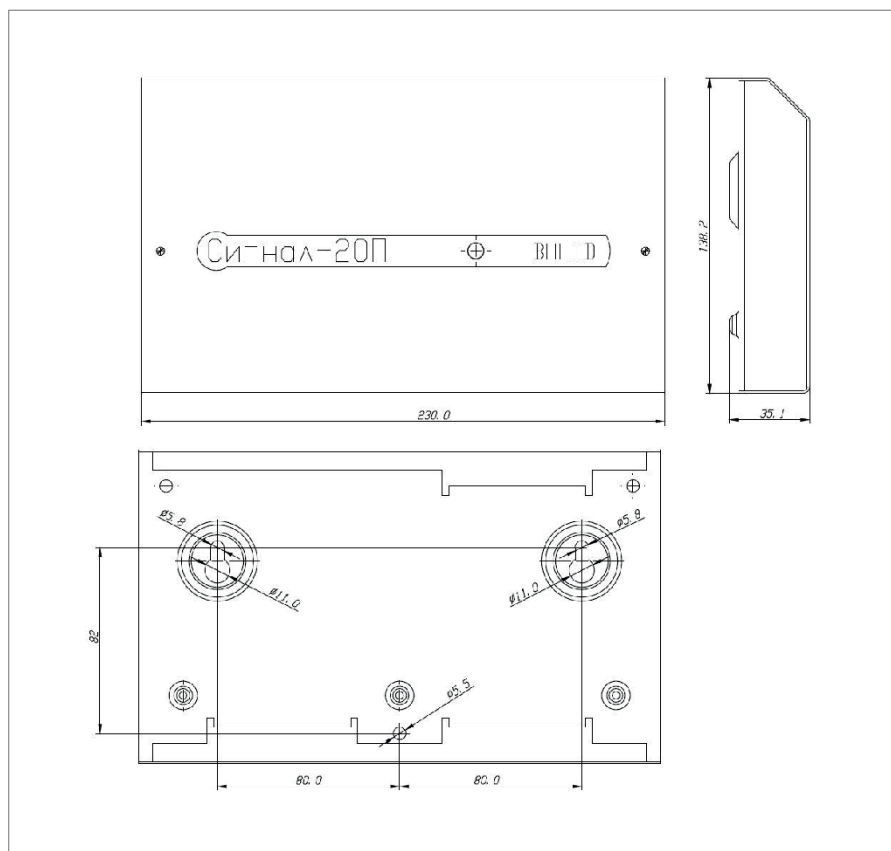
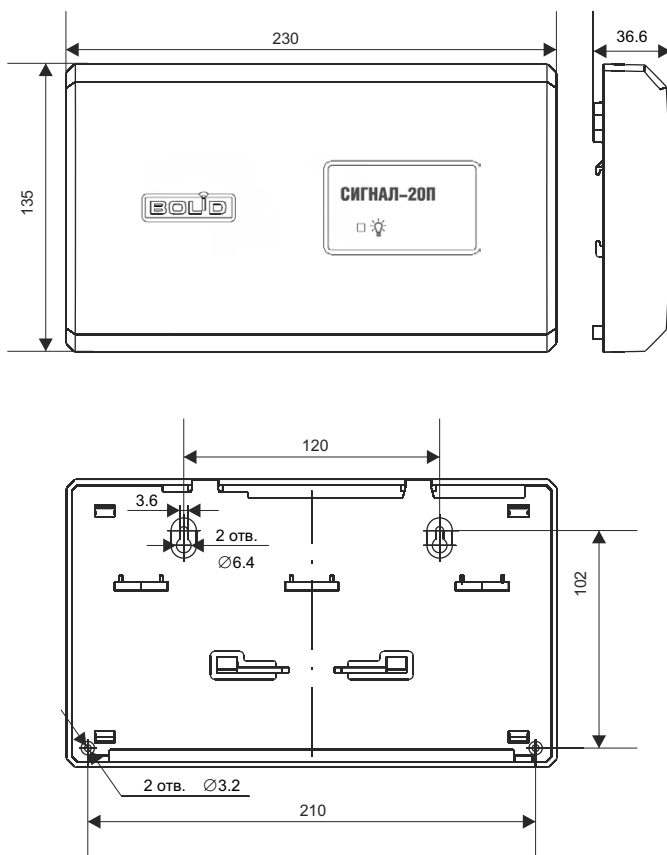

Рисунок 13. Внешний вид, габаритные и установочные размеры блока Сигнал-20П исп.01
Рисунок 14. Внешний вид, габаритные и установочные блока Сигнал-20П
2.1. Наметьте на стене места для трех установочных отверстий в соответствии с габаритным чертежом (см. Рисунок 13 и Рисунок 14).